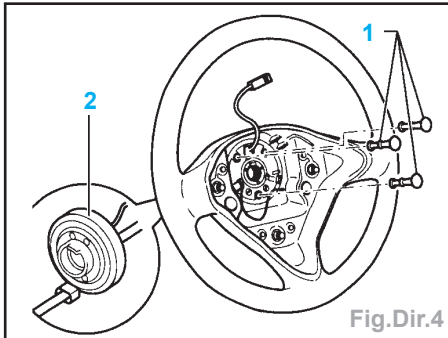

Fig.Dir.4
- Enlever les chevilles à expansion (1) et enlever l'anneau de rappel avec bague collectrice (2) du volant de direction (Fig.Dir.4).